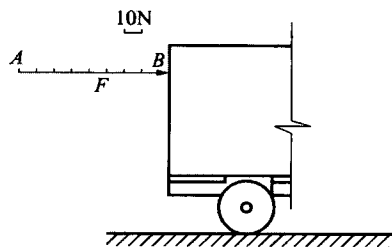

图1-1 力的三要素
(1) 力的定义：力是物体之间的相互机械作用，这种作用会使物体的运动状态或形状发生改变。力使物体的运动状态发生改变，称为力的外效应；力使物体的形状发生改变，称为力的内效应。
(2) 力对物体的作用效应决定于三个要素：力的大小、力的方向、力的作用点。这三个要素称为力的三要素。力的大小是指物体间相互作用的强弱程度。力的方向包含方位和指向两个含义。力的作用点是指力对物体作用的位置。作用于一点的力，称为集中力。在力的三要素中，当其中任一要素发生改变时，力对物体的作用效应也随之改变。
(3) 力是一个具有大小和方向的量, 所以力是矢量。如图1-1所示, 力通常用一条带箭头的有向线段来表示。线段的长度(按选定的比例尺)表示力的大小; 线段的方向和箭头的指向表示力的方向; 线段的起点或终点表示力的作用点。通过力的作用点沿力的方向所画的直线, 称为力的作用线。